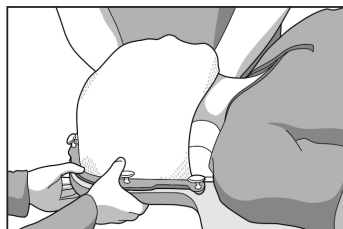

Fig. 3
5. Strekk termoplasten opp 15 til 20 cm (6 til 8 tommer) og tilbake ned på enheten. (Fig. 3)